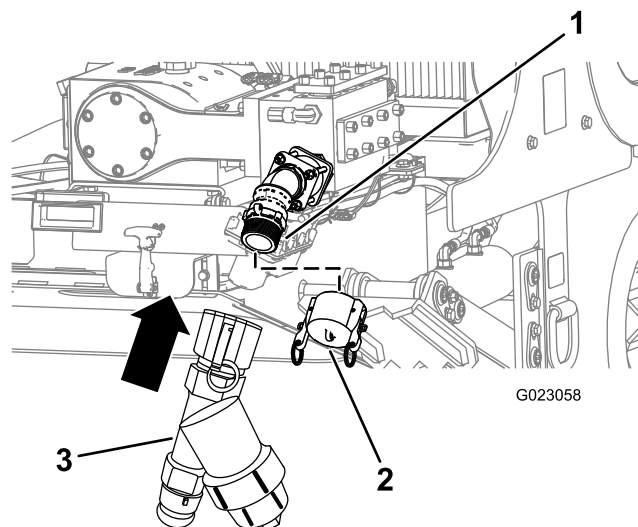

Figura 82
1. Retire a tampa da sucção da bomba (Figura 82).
2. Alinhe o filtro "Y" com a rosca na sucção da bomba (Figura 82).